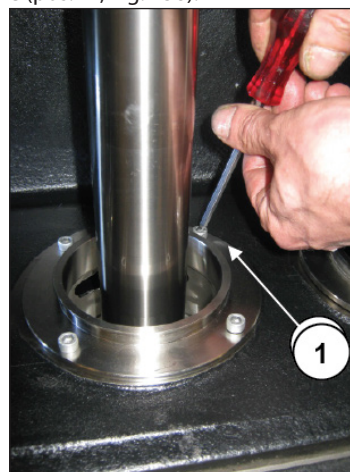

Fig. 158
Retire o fole e solte os quatro parafusos de fixação M6 das três flanges do fole (pos. ①, Fig. 158).